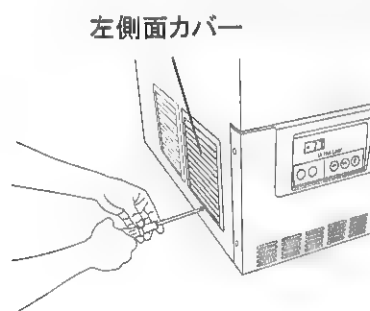

図 2
2. 図 2 に示すように左側面カバーを固定しているネジ 1 本を取り、左側面カバーを外してください。